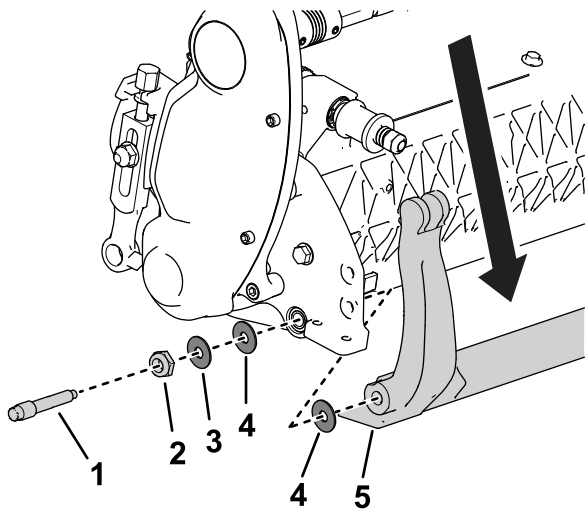

図 20
3. 機体の左右それぞれの側で、図 20 に示すロックナットをゆるめる。
4. 各ベッドバーボルトを抜いてベッドバーを下に引き抜いてカッティングユニットから外す 図 20。
ベッドバーの両端にそれぞれナイロンワッシャ2枚とスチールワッシャが1枚ずつあるので注意する 図 20。
3. サイドプレートのボスの両側にナイロンワッシャを入れる。その外側からスチール製ワッシャを取り付ける (図 20)。